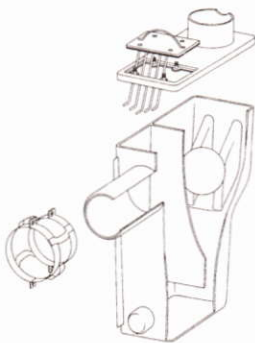

Abb. 124
#### **Multisiphon; Abb. 124, Bezugsquelle (20).**